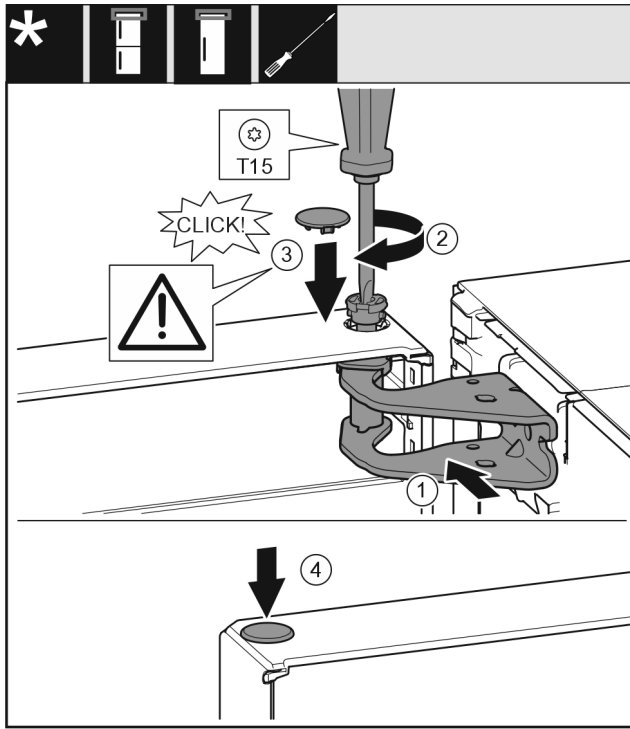

Fig. 49
- ▶ 将冰箱门的上方对准托架 Fig. 49 (1)中的开口。
- ▶ 放入螺栓 Fig. 49 (2)并用螺丝刀拧紧。
- ▶ 装入盖板 Fig. 49 (3)。
- ▶ 检查盖板 Fig. 49 (3)是否紧贴贴在冰箱门上。
- ▶ 装入盖板 Fig. 49 (4)。